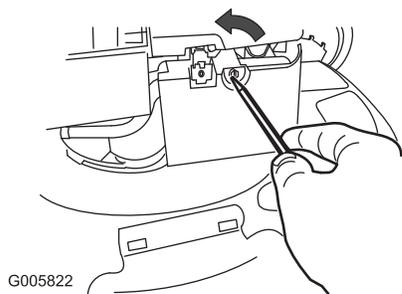

Figure 39
1. Ouvrez le couvercle du filtre à air avec un tournevis (Figure 39)